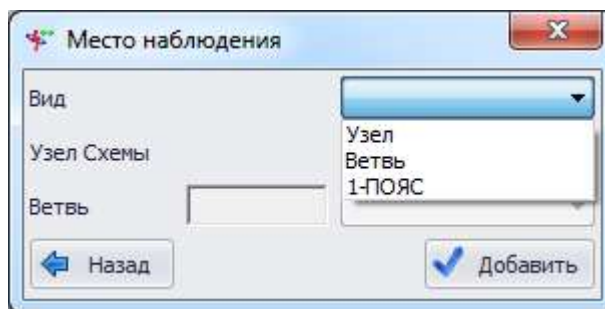

Рисунок 3.271
- кнопка «Добавить» производит вызов формы добавления объекта наблюдения (рисунок 3.271);